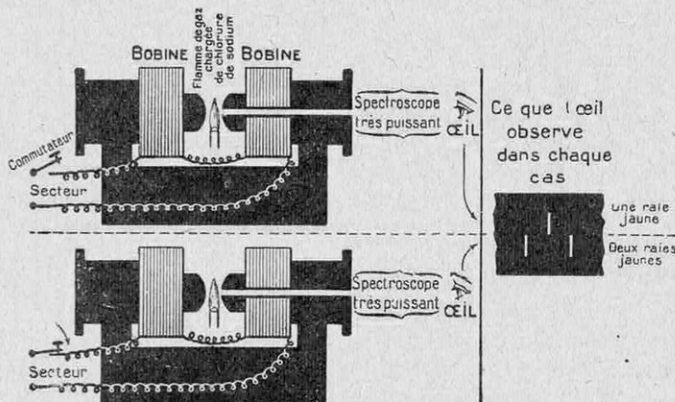

FIG. 15. — L'EFFET ZEEMAN
Nous nous contenterons de dire en quoi consiste l'effet Zeeman dans le cas le plus simple (fig. 15) : on étudie ce qui va se passer quand une flamme jaune (flamme de gaz chargée de sel marin) est placée dans un champ magnétique. On remarque que la raie primitive se trouve dédoublée (2) ; elle est remplacée par deux raies situées à égale distance de la place qu'occupait la raie jaune avant qu'on ait lancé le courant.
Il arrive parfois que l'effet Zeeman soit bien plus complexe : au lieu de « doublets » (fig. 15) et de « triplets » (2), la décomposition magnétique comporte quatre, cinq, six, sept... composantes.
(1) Prix Nobel de physique de 1902.
(2) Elle serait triplée, si l'examen se faisait dans une direction perpendiculaire au plan de la figure.
L'écart entre les deux raies (fig. 15 droite et bas) est proportionnel à la valeur du champ magnétique. Aussi, lorsque, dans un spectre stellaire, on observera un doublet Zeeman, il sera facile de connaître l'intensité du champ magnétique qui règne sur l'astre. L'effet Zeeman, en astrophysique, offre surtout de l'intérêt dans l'étude du Soleil : les grandes taches solaires sont le siège de champs magnétiques considérables, qui sont dix mille fois plus grands que celui qu'on observe à la surface de la Terre et qui dirige l'aiguille aimantée de la boussole.
servant de la lumière émise par la décharge électrique dans les tubes à vide ; on obtient, dans certains cas, des apparences analogues à celle de la figure 15 (droite). Jusqu'à ce jour, l'effet Stark n'a pas reçu d'applications astronomiques ; mais les astrophysiciens sont ren-